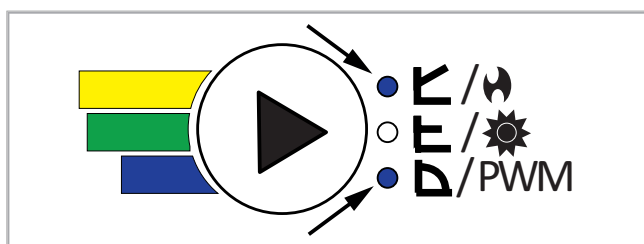

Fig. 131: Campo di comando della pompa NMT Neo PL 15/40 (impostato qui: PWM-H)
- Controllare sulla pompa secondaria IMP NMT Neo PL 15/40 l'impostazione del tipo di controllo (PWM-H). Avendo impostato correttamente il controllo, i LED di controllo superiore e inferiore si accendono contemporaneamente (vedi → Fig. 131).